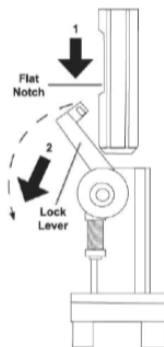

figura 1
Accesorii vin în standard cu sau fără coliere, în figura 1 aveți un exemplu de instalare fără coliere. Figura 5 arată instalarea unui accesoriu cu colier. Nota: Dacă dalta nu intra cu ușurință, aplicați vaselina pe capătul de prindere a daltei.
1. Trageți manerul astfel încât să poată fi introdusă dalta, așa cum este afișat în figura 1